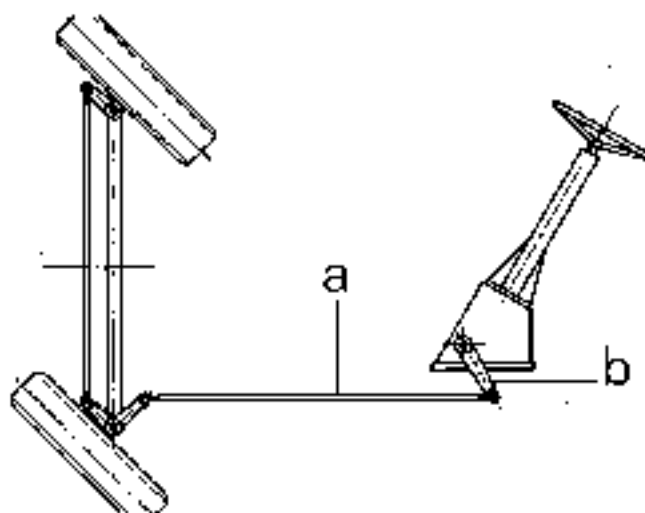

Fig. 146 - Schema del dispositivo di sterzo.
- scollegare il tirante (a) (Fig. 146) dalla leva (b):